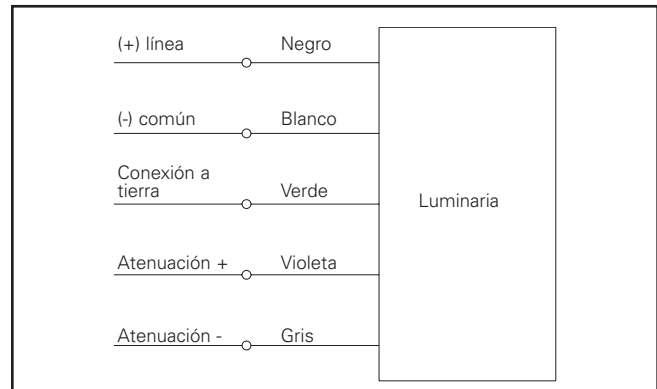

Figura 3.
3. Realice la conexión de cables en una caja de conexiones apta para exteriores. Use tuercas de alambre u otros conectores aprobados para cablear la luminaria según el diagrama de cableado. (Figura 3.)